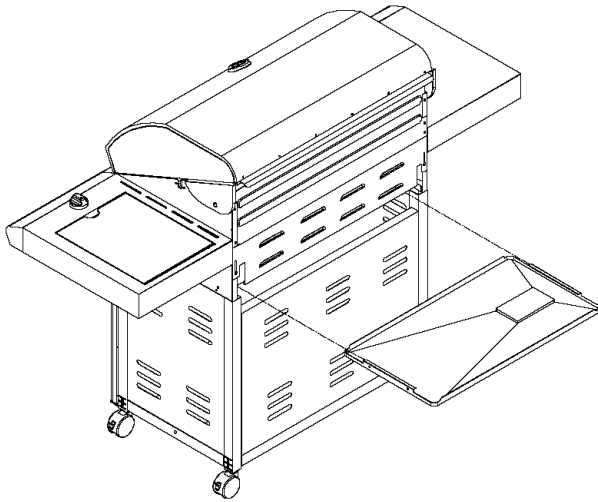

Figure 3
- Deslice las lengüetas laterales de la bandeja ensamblada por encima de los carriles debajo del tazón de la parrilla. ( Vea la Fig. 3.).